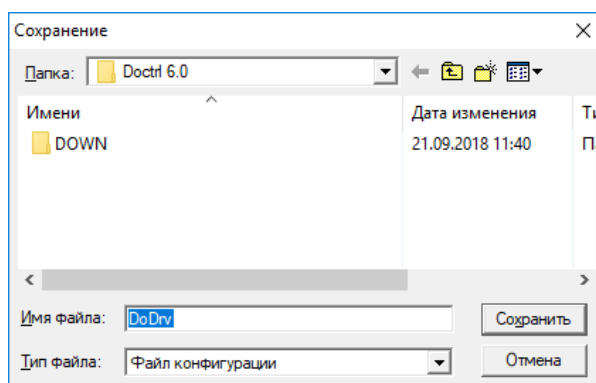

Рисунок 28 – Выбор файла команды «Принять файл протокола»
- Рисунок 28 – Выбор файла команды «Принять файл протокола»